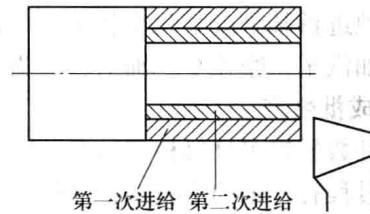

图 1-6 进给示意图
(4) 进给 切削刀具在加工表面切削一次所完成的工步内容，称为进给（又称走刀）。根据被切除的金属厚度不同，一个工步可以包括一次或数次进给，如图 1-6 所示。